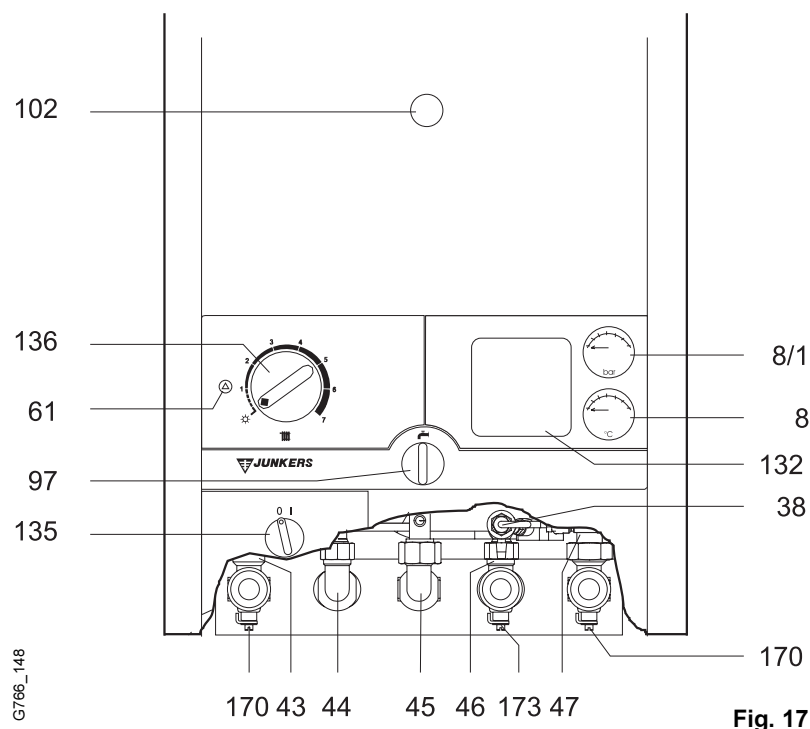

Fig. 17
Comprobar si el selector de temperatura (pos. 136, fig. 17) desconecta el gas al quemador a la temperatura máxima ajustada.
Llaves de corte de calefacción (pos.170, fig. 17)
Llave de entrada agua fría (pos. 173, fig. 17)